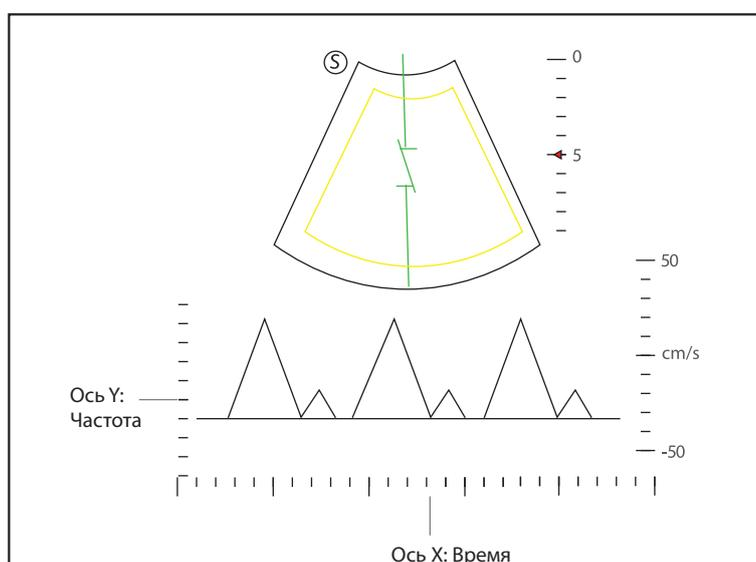

Рисунок 6-26 Экран визуализации в режиме B+CFM/PDI/SR Flow/Micro F/TDI+PW
5. Нажмите клавишу **Update** (Обновить) на панели управления для перехода в режим PW. Спектр PW отображается в нижней части экрана после активации, как показано на Рисунок 6-26.